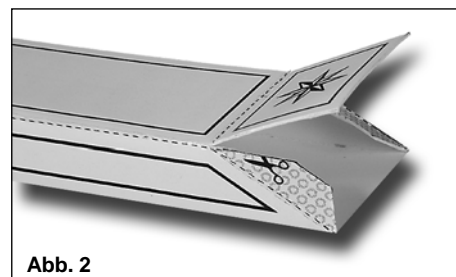

Abb. 2
**Schritt 9:** Für die Seiten der schräg laufenden Flächen mit dem Sternsymbol gibt es Klebelaschen, für ihre Außenkanten nicht (Abb. 2). Kleben Sie die Seiten auf die Laschen und die Außenkanten mit viel Klebstoff direkt auf die Kanten der Vorderseite. Um sie besser zu schützen, können Sie bei Bedarf etwas Klebfilm über diese künftige Peilkante kleben. Von oben hat der Querstab dann die Form eines sehr flachen Trapez